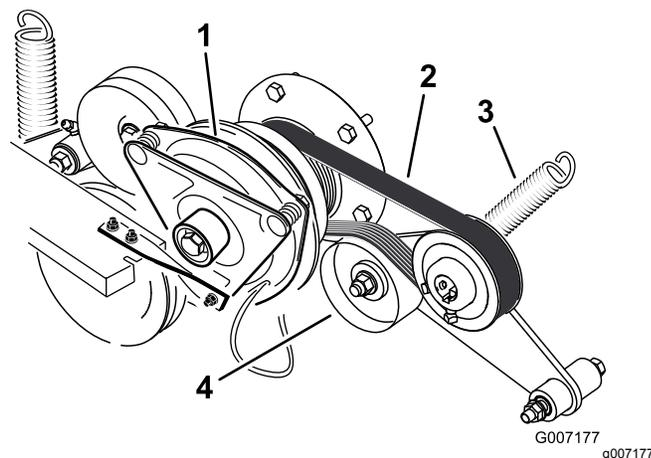

Figura 64
3. Retire el muelle del brazo de la polea tensora (Figura 64).
4. Instale la correa nueva alrededor de la polea del motor y de la bomba hidráulica (Figura 64).
6. Instale el muelle en el brazo tensor (Figura 64).